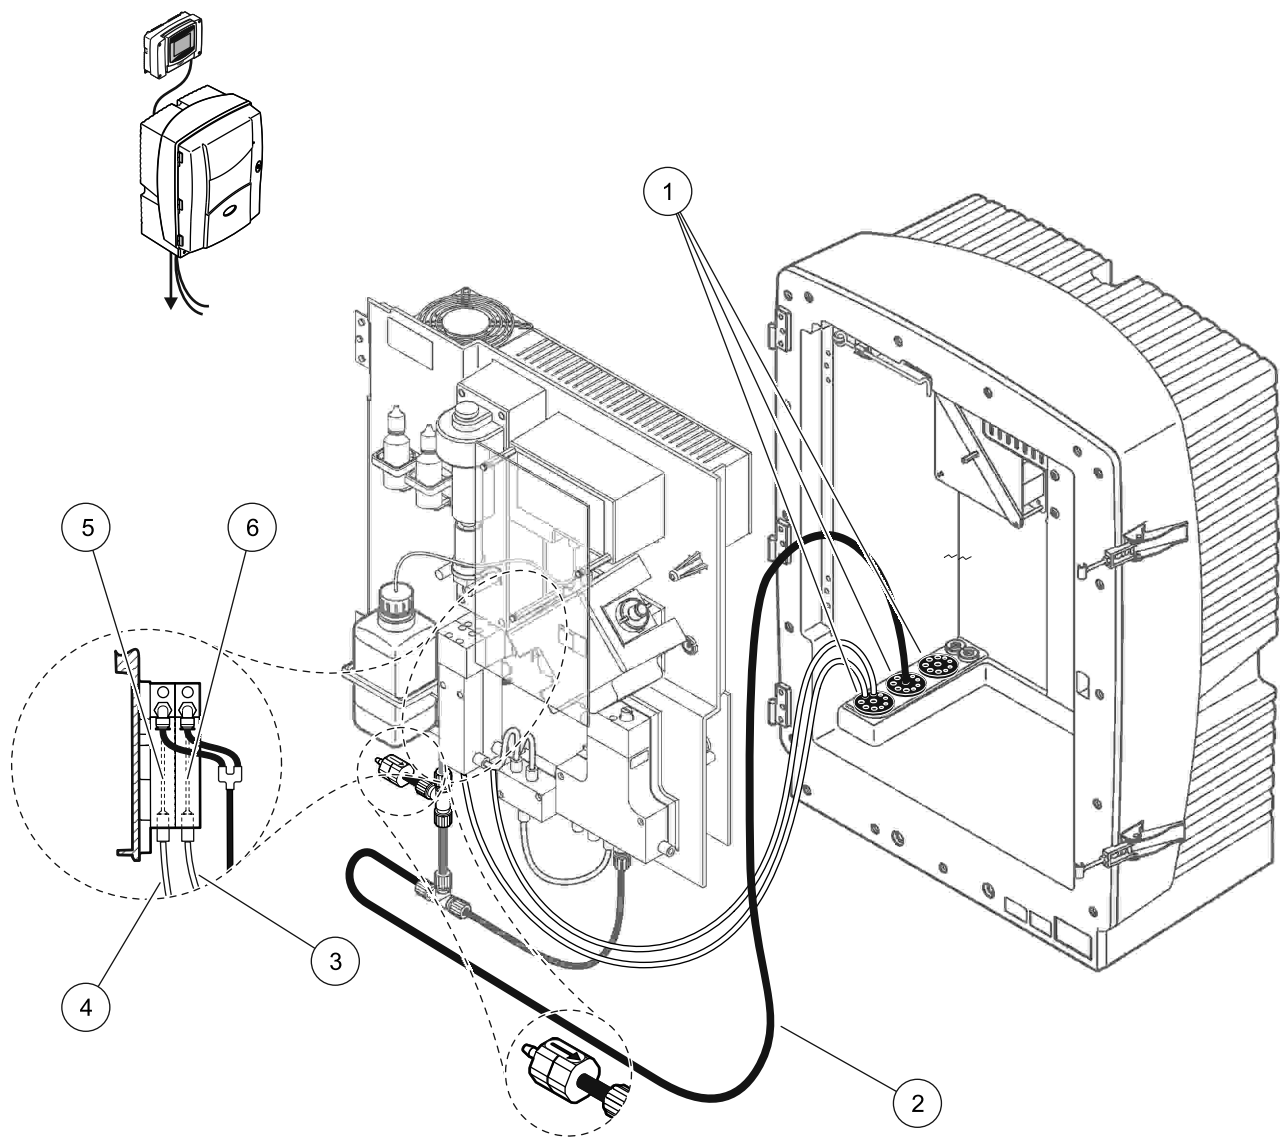

Figura 42 Configuração da opção 11a
Consulte o Figura 42 e as seguintes instruções para a Opção 11a:
3. Alimente o tubo de drenagem através do analisador utilizando o Conector Vedante #3 (Figura 42, item 2).